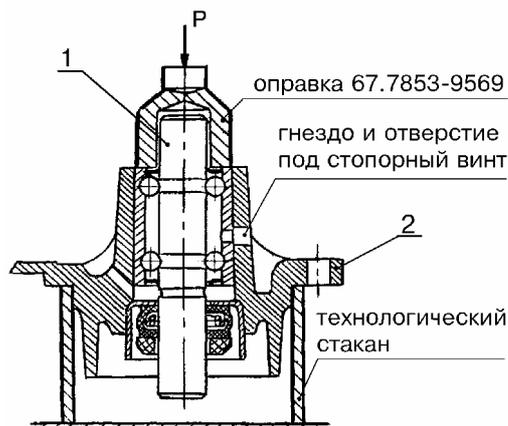

Рис.15.
- запрессовать валик 1, рис.15, с подшипником в корпус 2 водяного насоса до совмещения гнезда и отверстия под стопорный винт (технологический стакан, оправка 67.7853-9569, молоток).